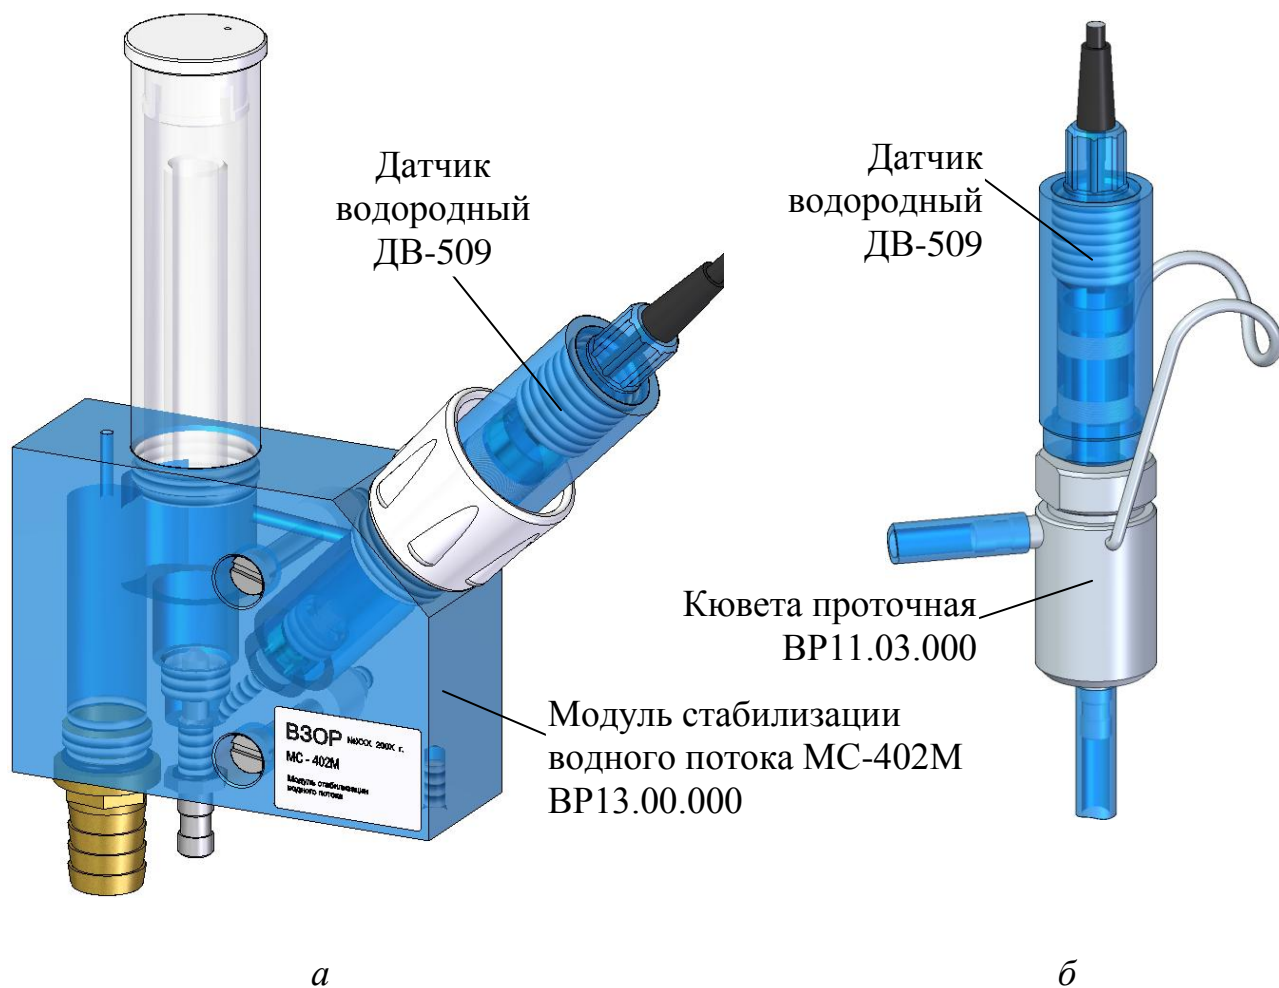

Рисунок 2.8
- от 0,07 до 5,00 дм³/мин датчик установить в соответствии с руководством по эксплуатации на модуль стабилизации водного потока МС-402М (МС-402/1М) ВР13.00.000РЭ (рисунок 2.8а);
- от 0,07 до 0,60 дм³/мин датчик установить в соответствии с этикеткой на кювету проточную ВР11.03.000ЭТ (рисунок 2.8б);